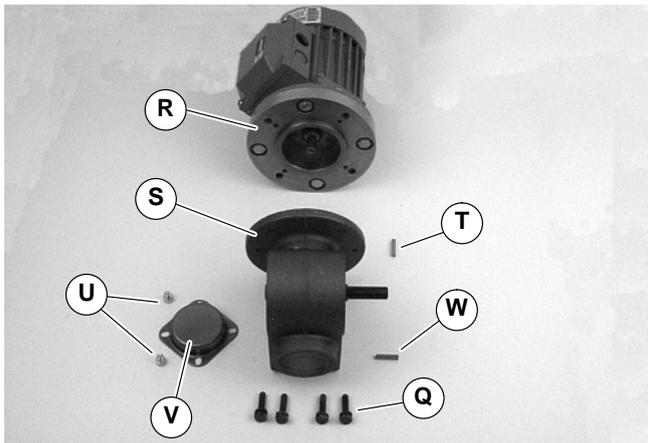

Abbildung 14
6. Vier Schrauben entfernen (Q siehe Abbildung 14). Motor mit Adapterflansch R vom Unteretzungsgetriebe (S) abheben. Paßfeder der Motorwelle (T) an Ort und Stelle belassen.
12. Mit der Paßfeder (T siehe Abbildung 14) in der Nut den Motor samt Adapterflansch (R) mit dem Untersetzungsgetriebe (S) zusammenschieben. Die Schrauben einsetzen (Q) und festziehen.